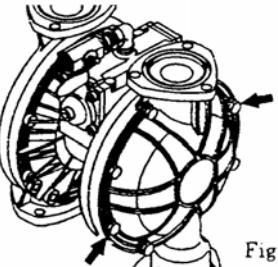

Fig.5.1
Zie [8. Explosietekening] op pagina 14. (Fig. 5.1 toont de NDP-50 BS□.)
- De 16 (20 bij de TA-80) schroeven van de pompkamers losmaken en de kamers afnemen. [Fig. 5.1]